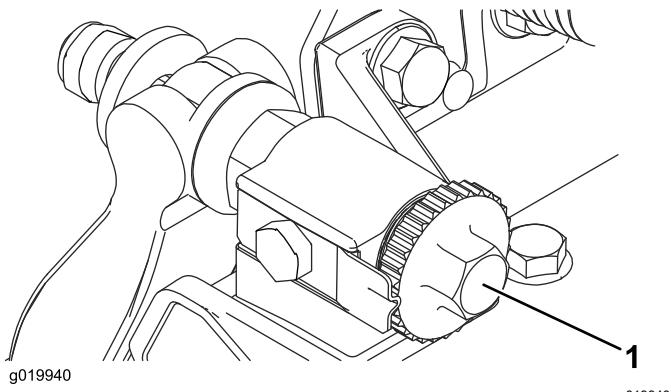

Figura 7
- A. Rode os parafusos de ajuste da barra de apoio no sentido dos ponteiros do relógio (Figura 7), um clique de cada vez, até que se veja e oiça um ligeiro contacto.